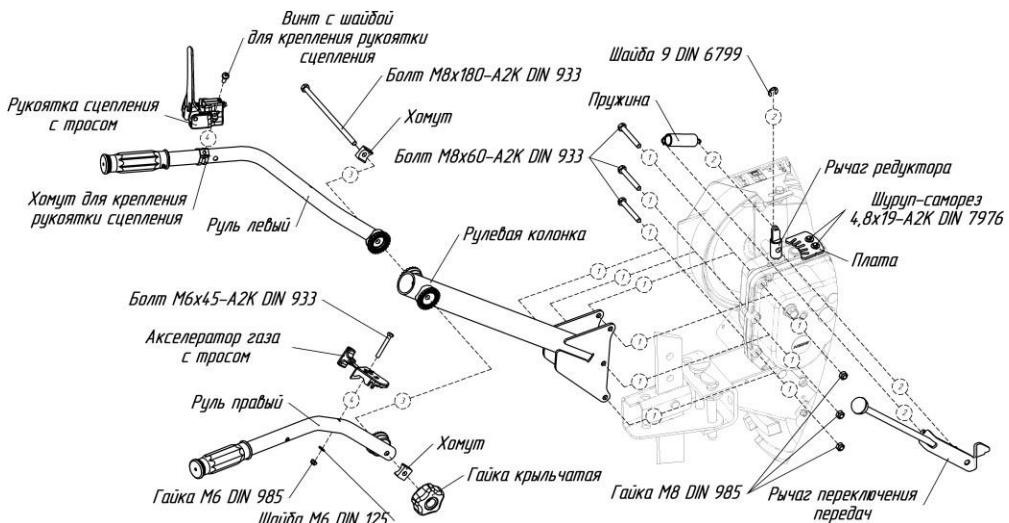

Рис.7. Схема установки на мотоблок деталей, демонтированных для облегчения упаковки и транспортировки
3. После установки руля на раму мотоблока следует закрепить акселератор газа с тросом в отверстии на правой половине руля с помощью винта M6, пружинной шайбы и гайки M6, проверить работу механизма возвратно-поступательными движениями рычага (рис. 7).
Установить Рычаг переключения передач в отверстие на Рычаге редуктора и зафиксировать его Шайбой. (Рис.7, 7.1.).
Завести Пружину в зацепление сначала с Рычагом редуктора, затем с Рычагом переключения передач. (Рис.7, 7.1.).